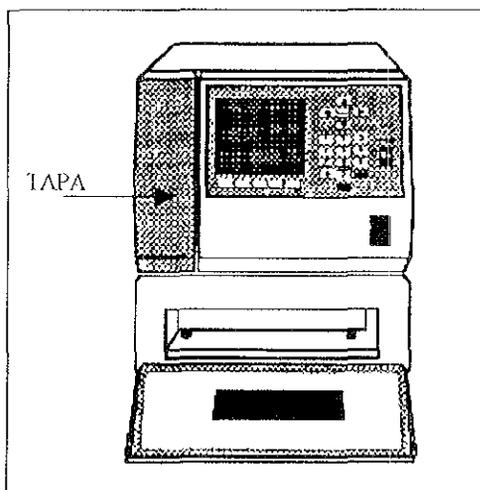

Figura 3.27 Tapa del montaje de la jeringa
- 2 Quite la tapa del montaje de la jeringa, para examinar que no tenga burbujas (figura 3.27).